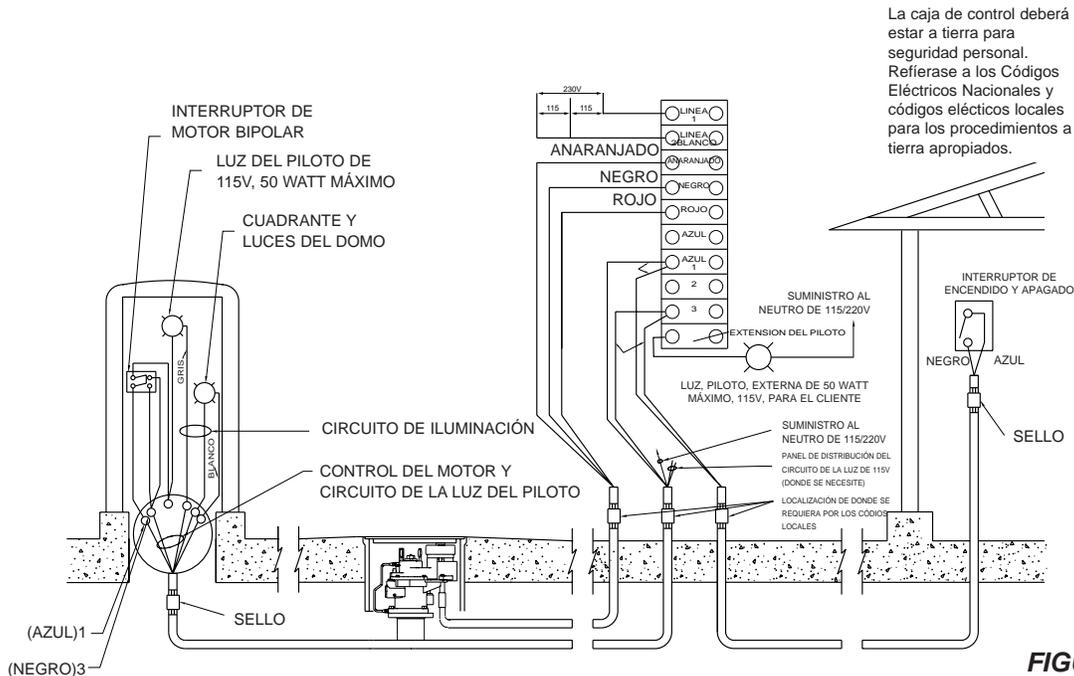

FIGURA 3
La caja de control del motor deberá localizarse en un lugar seguro, lejos del área de abastecimiento de combustible (vea la Figura 3).
3. Conecte los alambres de la terminal Azul-1 y terminal 3 en la caja de control del motor al interruptor de control del distribuidor (si se usa distribuidor) y al interruptor de "encendido y apagado" en la parrilla de carga, como se muestra en la Figura 3.
5. Si se desea que una luz piloto externa indique cuando la bomba sumergida está operando, alámbrala como se muestra en la Figura 3, 4 ó 5. Si esta luz continúa encendida cuando todos los interruptores en el distribuidor y parrillas de carga están apagados, esto indica que uno de los interruptores del distribuidor no está ajustado. En instalaciones sin luz piloto externa, la bomba sumergida deberá revisarse para estar seguro de que no está funcionando cuando todos los interruptores están apagados.